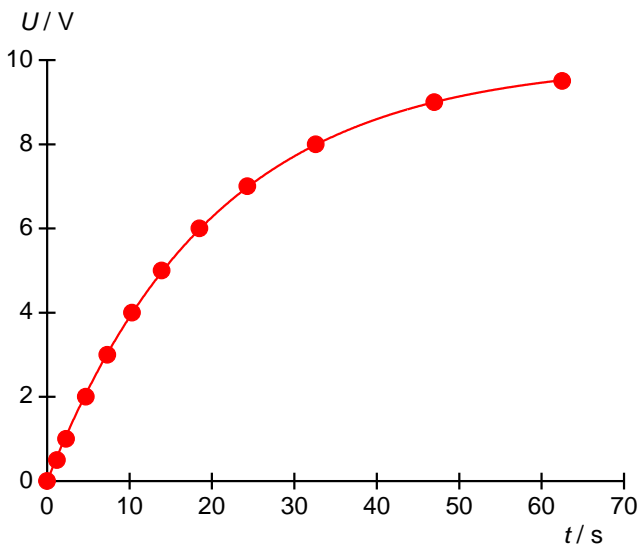

Fig. 2: Curva de carga de par RC interno 3.
As Fig. 2 e 3 mostram um exemplo de curva de carga e descarga para o par R/C interno 3. Os processos exponenciais esperados conforme equações (1) e (2) são confirmados.